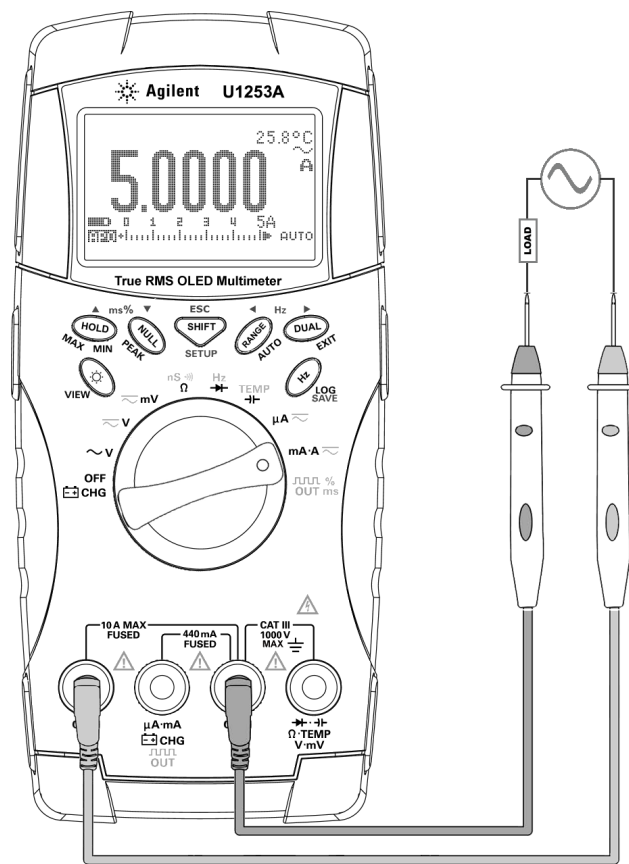

Figure 2-5 Mesure en A (Ampère)
- 2 Connectez les cordons de test rouge et noir respectivement aux bornes d'entrée **A (rouge)** et **COM (noire)** (reportez-vous à la Figure 2-5). Lorsque la sonde de test rouge est connectée à la borne **A (rouge)**, le multimètre mesure automatiquement en .